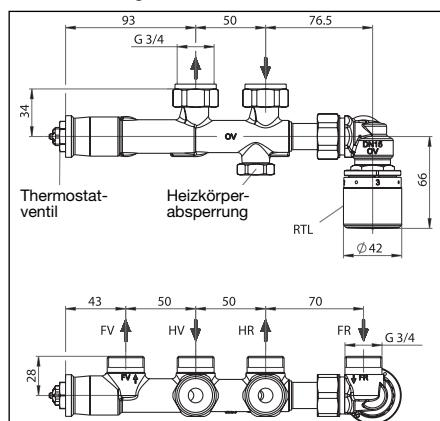
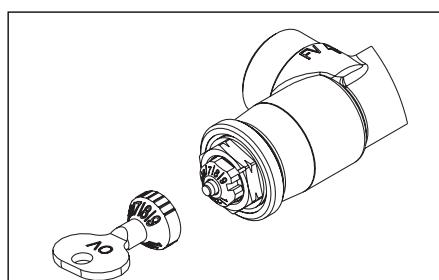

Abb. 3 Abmessungen Anschlussarmatur
Abb. 10 Voreinstellung Thermostatventil
Der Heizkörper ist unter Beachtung der Einbaumaße (Abb. 3) zu befestigen. Hierzu ist zudem der spätere Wandaufbau (z.B. Fliesen) zu berücksichtigen. Die Rohrleitungen des Heizkreises entsprechend ablängen.
Vor der Inbetriebnahme muss die Anlage aufgefüllt und entlüftet werden. Dazu ist zunächst die Voreinstellung des Thermostatventils in die größte Position zu drehen (Voreinstellung '9', Abb. 10).
Das Thermostatventil (Abb. 3) auf die berechnete Voreinstellung mit Gabelschlüssel SW 13 oder mit Spezialschlüssel einstellen (Abb. 10).
Den Rücklauftemperaturbegrenzer (Abb. 3) auf den festgelegten Sollwert (Werkseinstellung: $3 \approx \text{ca. } 30^\circ\text{C}$) einstellen.
2. Schutzkappe von der Heizkörperabsperrung (Abb. 3) entfernen.